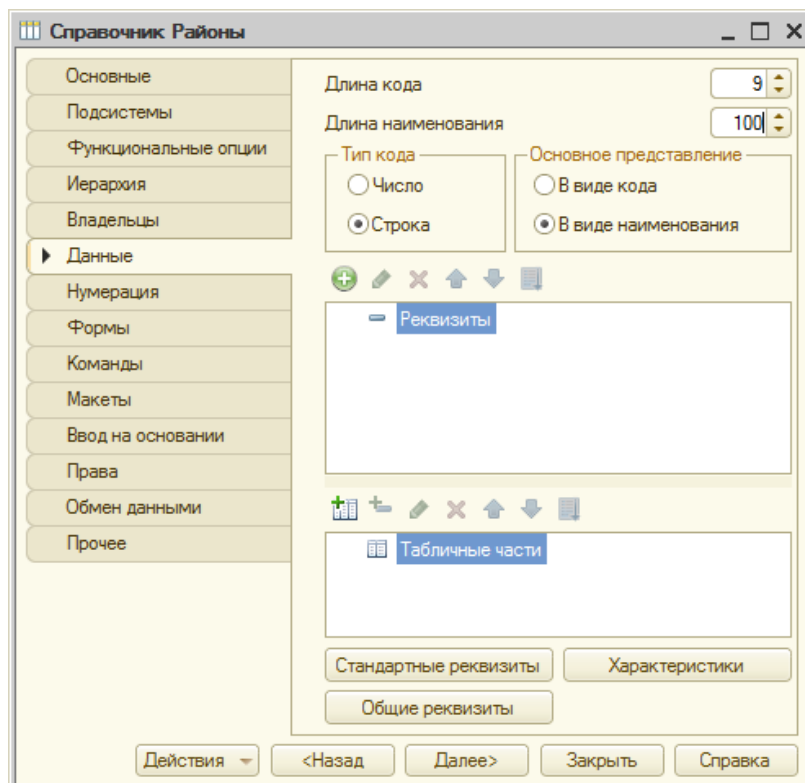

Рисунок 3.7 - Создание справочника Районы
6. Теперь создадим новый справочник – дадим ему имя **Районы**, включим в состав подсистемы **РасчетЗарботнойПлаты**, на вкладке **Данные** изменим длину наименования до **100** символов, этот справочник не будет иметь дополнительных реквизитов, так же мы можем исключить его из состава общего реквизита **Организация**, Рисунок 3.7.